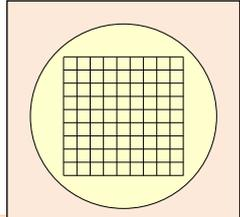

Figure 1. 接眼レンズ越しに見た、接眼マイクロメーター(方眼)の略図。
1. 接眼マイクロメーター(方眼)をセットします。(または、予備として顕微鏡に付属する方眼目盛付きの接眼レンズをご使用下さい。) Figure 1にある、接眼レンズ越しに見た方眼の様子を参考にして下さい。